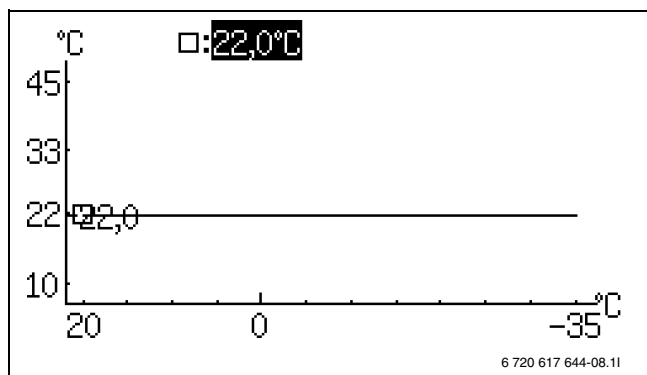

Рис. 21
▶ Задайте прямую (горизонтальную) отопительную кривую на 22°C (→ рис. 21). Дальнейшая информация по отопительной кривой приведена в инструкции по монтажу теплового насоса.